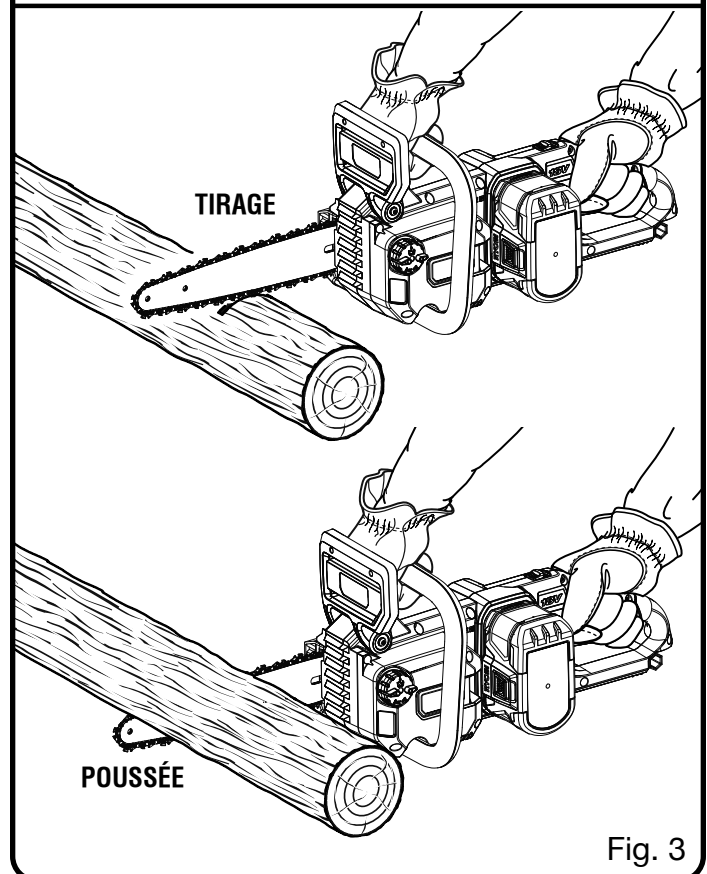

Fig. 3
- Poussée et tirage – La force de réaction s'exerce toujours dans le sens opposé à la rotation de la chaîne, au point de contact avec le bois. Par conséquent, l'opérateur doit être prêt à contrôler la TIRAGE lorsque la coupe est effectuée avec le bas du guide et la POUSSÉE lorsque la coupe est effectuée avec le haut du guide. Voir la figure 3.